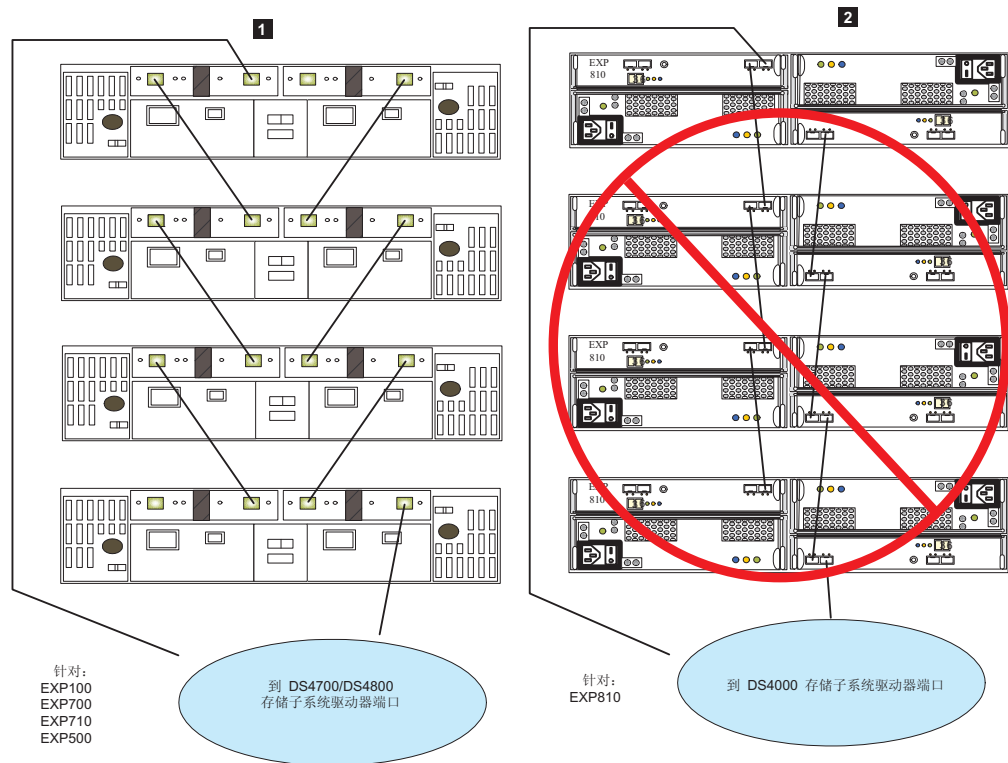

图 37. 连接存储设备的备用电缆环路方案
- 1 将 EXP100、EXP500、EXP700 和 EXP710 存储机柜连接到 DS4000 存储子系统的最佳连线方案（下列情况例外：EXP100 存储机柜是直接连接到 DS4700 或 DS4800 控制器 A 驱动器端口的第一个存储机柜）。请参阅第 95 页的图 37，以了解适用于该特定情况的最佳连线方案。